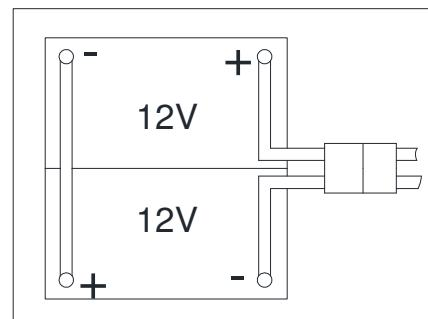

Figura 3
La máquina requiere dos baterías de 12 V, conectadas según el diagrama (Figura 3).
6. Abra la tapa del depósito de recogida (1) y comprueba si el depósito de recogida (25) está vacío; de lo contrario vacíelo mediante la manguera de desague. (22)
7. Cierre la tapa del depósito de recogida (1).
8. Vuelque el depósito de recogida con cuidado (25).
10. Pase e instale el cable de las baterías como se indica (en la Figura 3), luego apriete cuidadosamente la tuerca en cada uno de los terminales de la batería.
11. Coloque la tapa protectora en cada terminal, a continuación, conecte el conector de la batería (54).
12. Baje con cuidado el depósito de recogida (25).